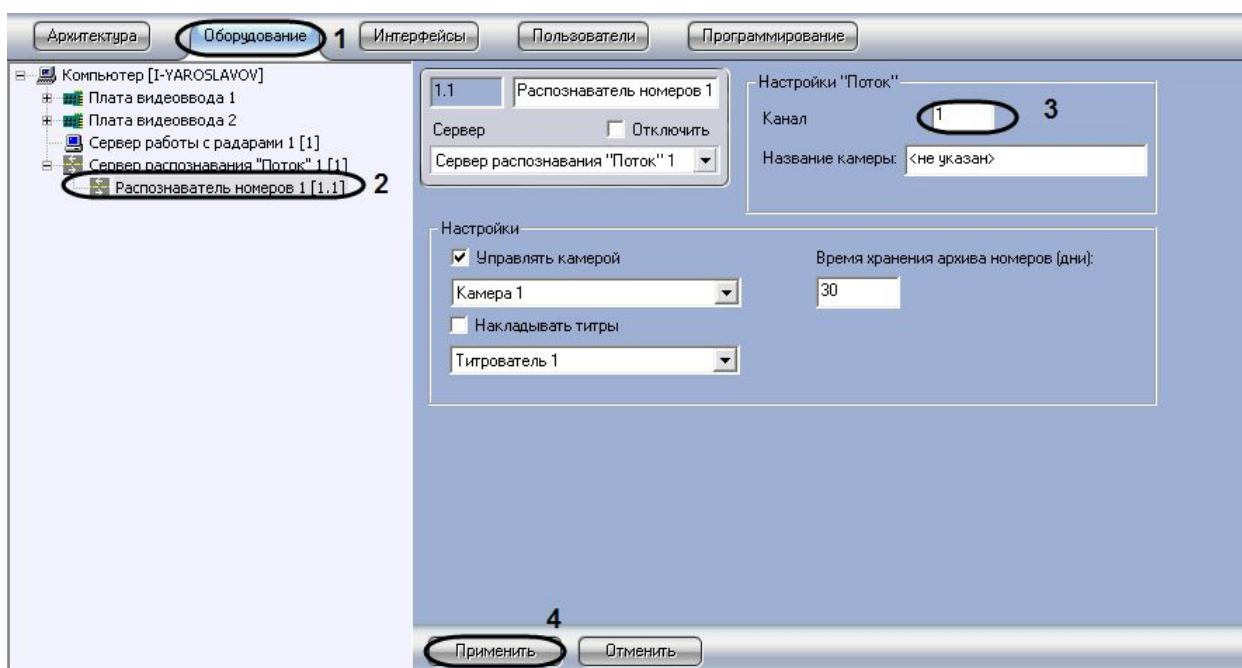

Рис. 7.3.5-1 Указание номера канала в комплексе Rossi «Поток»
1. В диалоговом окне «Настройка системы» перейти на вкладку «Оборудование» (см.Рис. 7.3.5-1, 1).
2. В дереве объектов на вкладке «Оборудование» выбрать объект «Распознаватель номеров», соответствующий настраиваемому программному модулю «Поток» (см. Рис. 7.3.5-1, 2). В правой части вкладки «Оборудование» отобразится панель настройки выбранного объекта.
3. Указать номер канала в комплексе Rossi «Поток», который будет производить распознавание номеров транспортных средств (см.Рис. 7.3.5-1, 3).
4. Нажать кнопку «Применить» (см.Рис. 7.3.5-1, 4).